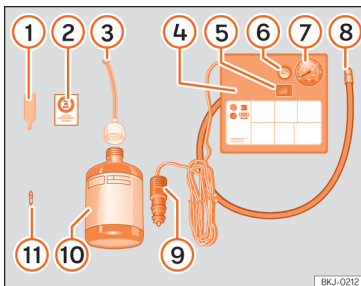

Abb. 32 Prinzipdarstellung: Bestandteile des Pannensets.
Das Pannenset befindet sich im Gepäckraum unter dem Bodenbelag. Es besteht aus folgenden Bestandteilen » **Abb. 32**:
- Ventilkappe und Ventileinsatz vom Reifenventil abschrauben. Verwenden Sie den Ventileinsatzdreher » **Abb. 32** ① zum Heraus-schrauben des Ventileinsatzes. Legen Sie den Ventileinsatz auf einem sauberen Untergrund ab.
- Reifendichtmittelflasche kräftig schütteln » **Abb. 32** ⑩.
- Schrauben Sie den Einfüllschlauch » **Abb. 32** ③ auf die Dichtmittelflasche. Die Folie am Verschluss wird automatisch durchstoßen.
- Verschlussstopfen vom Einfüllschlauch » **Abb. 32** ③ entfernen und das offene Ende ganz auf das Reifenventil stecken.
- Ventileinsatz mit dem Ventileinsatzdreher » **Abb. 32** ① wieder in das Reifenventil schrauben.
- Reifenfüllschlauch » **Abb. 32** ⑧ des Luftkompressors fest auf das Reifenventil schrauben.
- Prüfen, ob die Luftablassschraube » **Abb. 32** ⑥ zuge dreht ist.
- Stecker » **Abb. 32** ⑨ in die 12 Volt-Steckdose des Fahrzeugs stecken » **Seite 167**.
- Luftkompressor mit dem EIN- und AUS-Schalter » **Abb. 32** ⑤ einschalten.
- Kleben Sie den Aufkleber » Abb. 32 ② im Sichtfeld des Fahrers auf das Kombi-Instrument.
Den Reifenfüllschlauch » Abb. 32 ⑤ wieder anschließen und den Reifenfülldruck an der Reifenfülldruckanzeige ⑥ ablesen.